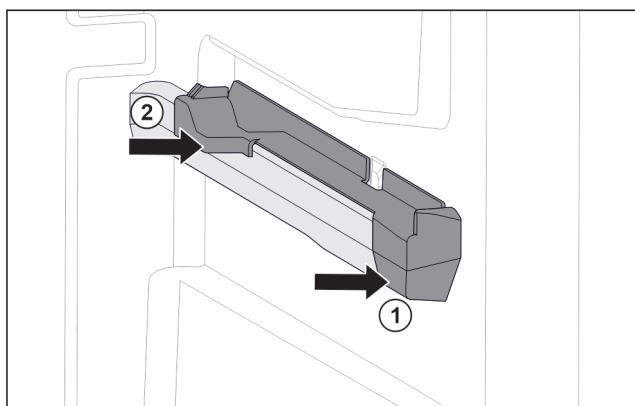

Fig. 85 Вставная часть на правом контейнерном ребре
- ▶ Наденьте вставную часть спереди на контейнерное ребро. Fig. 85 (1)
- ▶ Нажмите на вставную часть сзади. Fig. 85 (2)